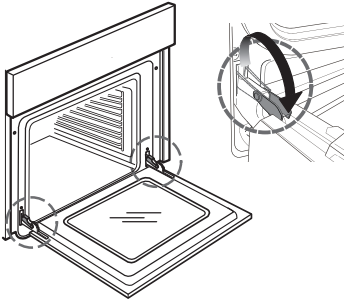

fig. 1
2. Levante los ganchos y empújelos al máximo hacia delante (Fig. 1).